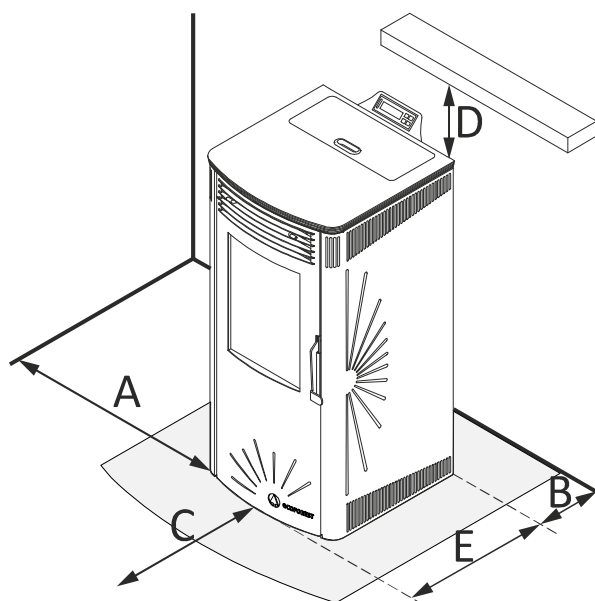

Figura 4
- 4.21.** Compruebe los espacios entre la estufa, el combustible y cualquier tipo de material inflamable, ver *figura 4*.